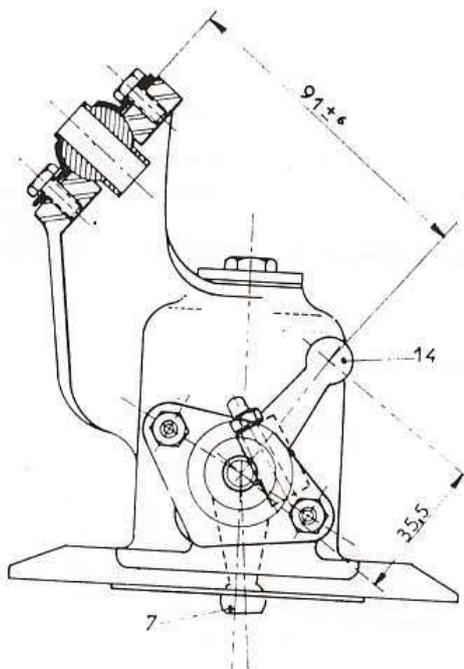

Fig. 48. --- Cotes donnant le positionnement correct des leviers de couvercle de boîte de vitesses
- Désaccoupler la commande de passage des vitesses (fig. 48 et 49).
- Déposer la goupille (10), la rondelle et l'axe (11).
- Déposer dans l'ordre la chape (6), le contre-écrou (7) et l'écrou de rotule (8).